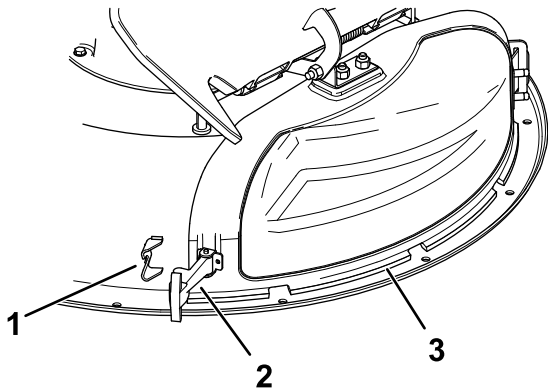

Figura 12
3. Solte o trinco flexível do fixador do trinco na cobertura de descarga e rode a cobertura de descarga para a direita (Figura 12).
6. Prenda a cobertura de descarga à plataforma encaixando o trinco flexível na cobertura de descarga no retentor na plataforma (Figura 12).